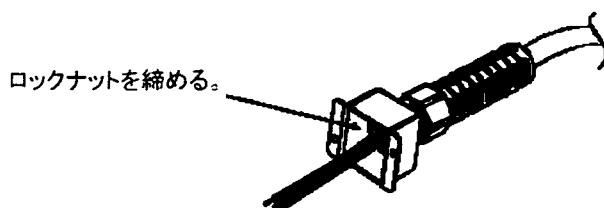

図 3-2: ストレインリリーフに取付けられた剥離線
3. ラセン形の本体に AC ケーブルを通して下さい。AC ケーブルは剥離された側からベース (ゴムシールド部) に差し込み、ケーブルの外側被覆がベースの先端と一緒になるまで AC ケーブルを入れて下さい。ケーブルを正しい位置に留めながらストレインリリーフ本体をネジ台座に締め付けます (1.8~2.0 Nm / 18.4~20.7 kgf · cm)。ケーブルはストレインリリーフの内側で確実に固定されます。図 3-2 をご参照下さい。